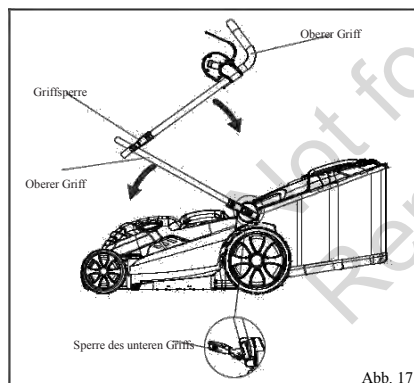

Abb. 17
**Die Lenkerteile können zur Aufbewahrung vollständig weggeklappt werden. (Siehe Abbildung 17)**